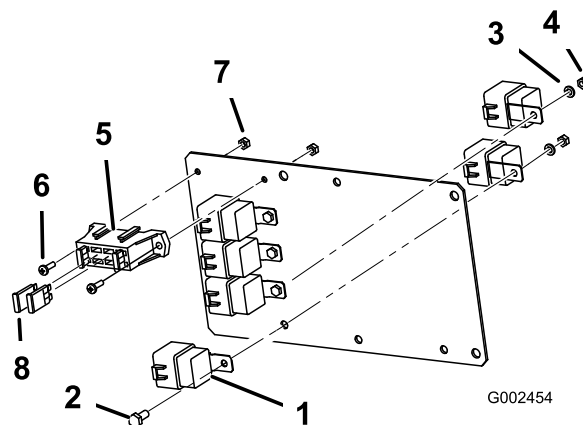

Figure 7
- Fixez 6 relais à la plaque de montage (Figure 7) à l'aide de 4 boulons (1/4 x 5/8"), 4 rondelles de blocage (1/4 pouce) et 4 écrous (1/4 pouce). Quatre relais peuvent être montés à l'avant de la plaque et deux doivent être montés au dos de la plaque. Les deux relais montés au dos de la plaque partagent des fixations avec le relais monté sur l'avant dans le même trou.
- Fixez le côté boîte à fusibles du faisceau de câblage à la plaque de montage (Figure 7) avec 2 vis (#10) et 2 écrous (#10).
- Montez deux disjoncteurs thermiques (30 A) dans les emplacements libres au centre de la boîte à fusibles sur la plaque de montage de l'ECU (Figure 7).